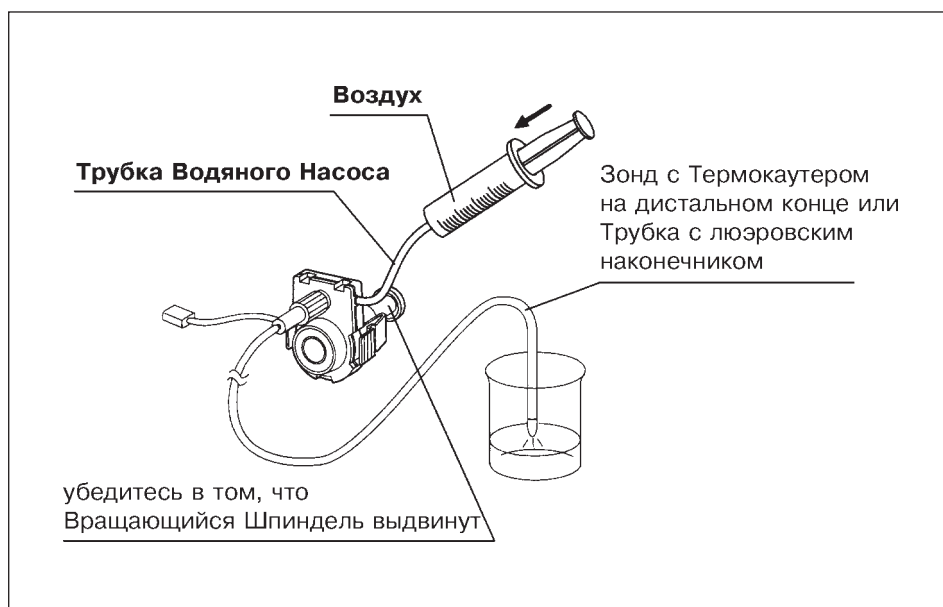

Рис. 6.5
6. Полностью удалите остатки моющего раствора, с помощью введения шприцом воздуха (См. рис. 6.5)